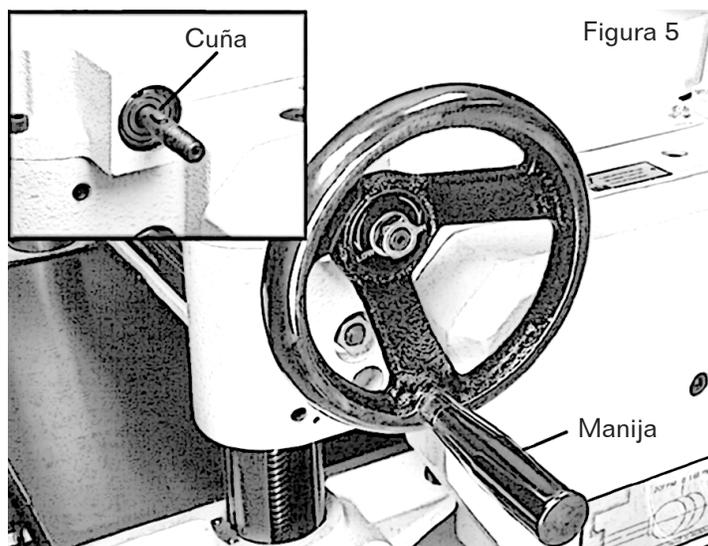

Figura 5
1. Coloque la cuña en la ranura del eje (Figura 5) y monte el volante en el eje, asegurándose que está orientado de manera que se deslice sobre la cuña.